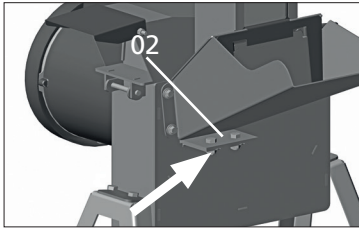
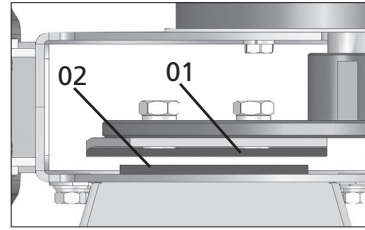

Fig. 14
Fig. 15
Afloje las tuercas hexagonales, de acuerdo a la [Fig. 14] y desplace la contralámina (2) hasta que las láminas (1) queden a una distancia de aproximadamente 1,5 mm de la contralámina (2), [Fig. 15]. La contralámina debe cambiarse cuando presente señales de desgaste.